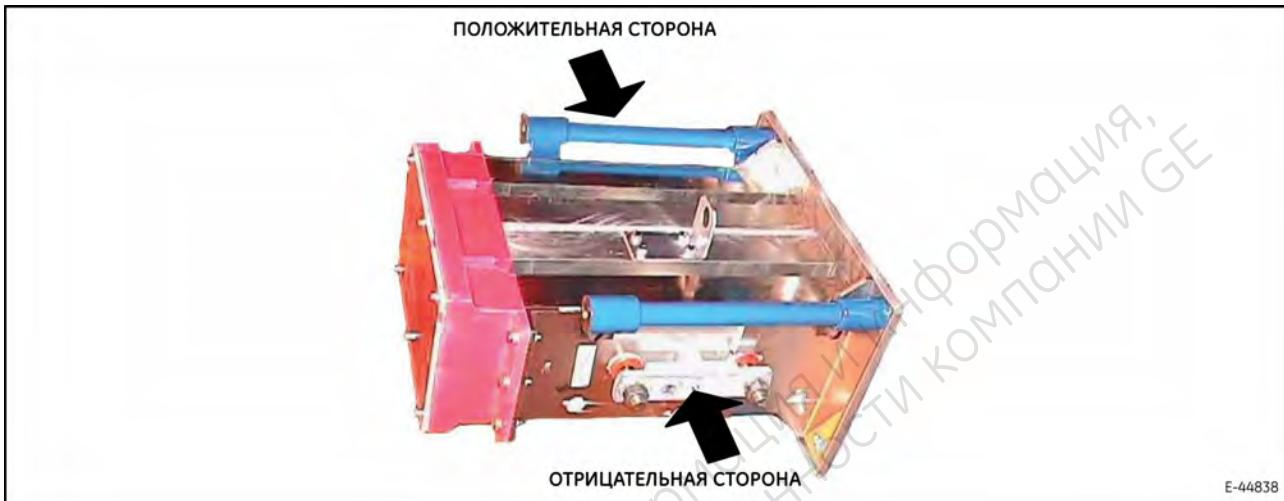

Рис. 37. Силовой модуль выпрямителя (RM).
1. Остановите дизель и переместите переключатель управления дизелем (EC) в положение Start («Пуск»), чтобы предотвратить включение аварийного сигнала.
5. Поддерживая модуль RM, Снимите четыре гайки и шайбы. (рис. 37).